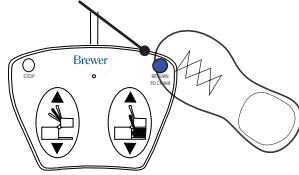

Figura 36. Bajada con Volver a silla
3. Presione el botón azul para activar la función Volver a silla (Figura 36).